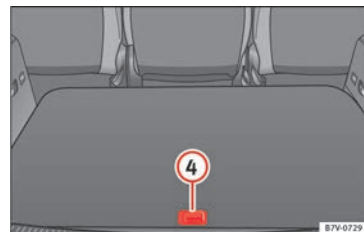

Abb. 113 Weitere Ablagefächer im Gepäckraumboden.
Ablage hinten öffnen » Abb. 113 ④:	▷ Hinteren Teil des Gepäckraumbodens mit dem Griff nach oben ziehen.